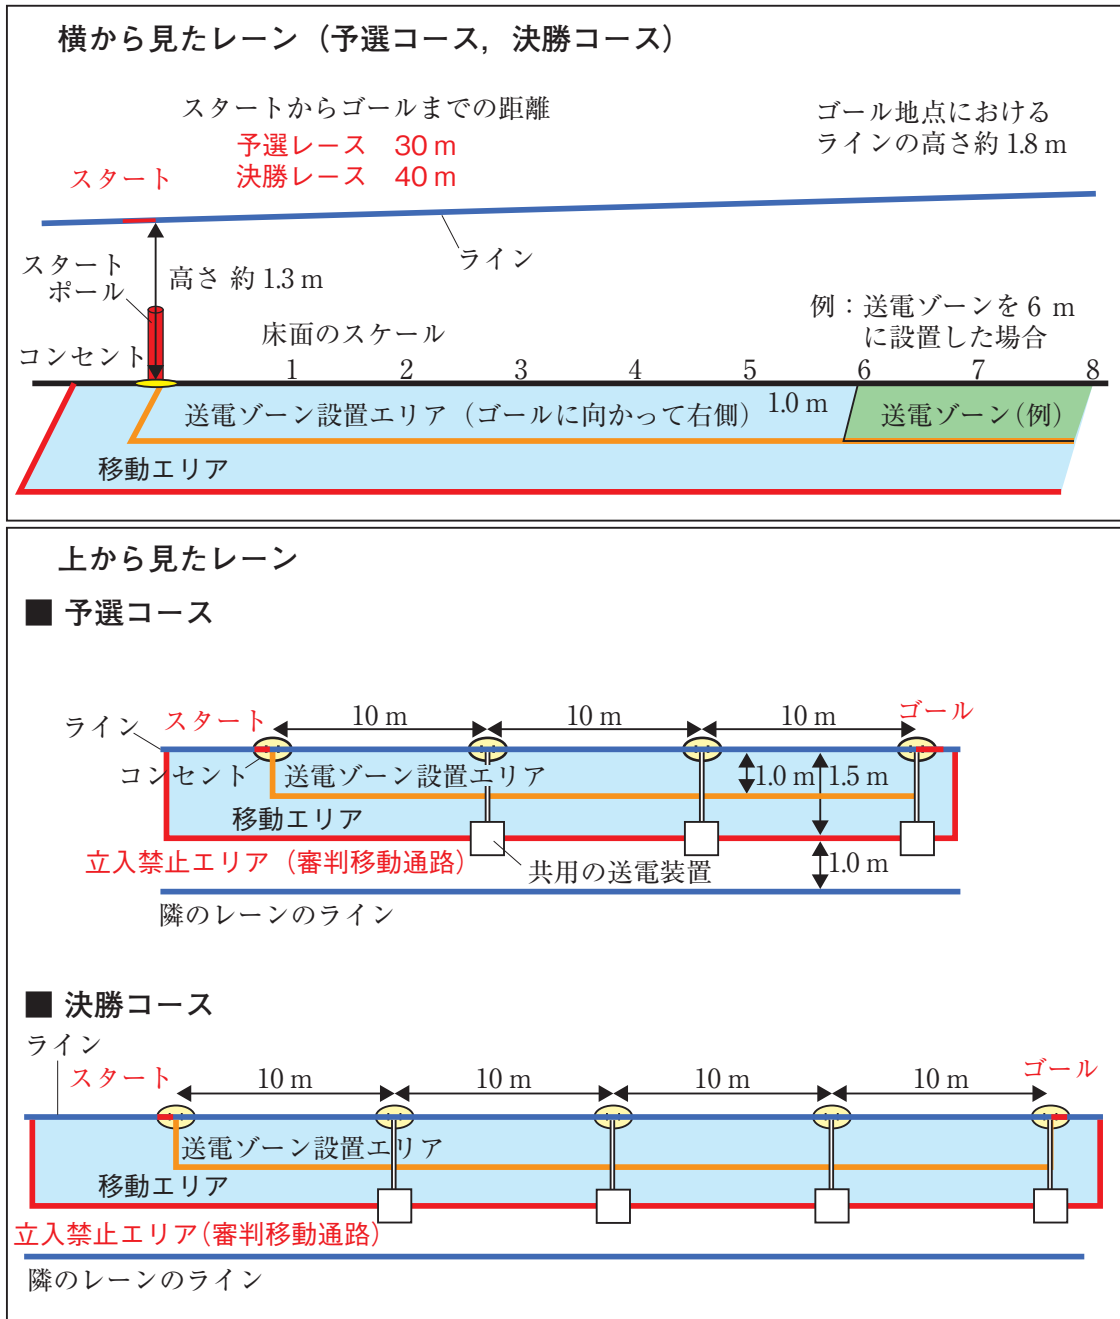

図4 コース仕様
7. コース仕様（図4）および競技会場図（図6）
- ① 予選コースは12レーンで，スタートからゴールまでの距離は30mである。
- ② 決勝コースは8レーンで，スタートからゴールまでの距離は40mである。
- ③ 各レーンにはラインがラインの方向に8.0kgwの力によって張られている。（ラインは，ライン自体の重量や羽ばたき機の重量で若干たわむ。）
- ④ ラインはスタートからゴールに向けて傾斜があり，ラインの床からの高さは，予選コース，決勝コースともにスタート地点で1.3m，ゴール地点で1.8mである。
- ⑤ ラインに沿った床にはスタートからゴールまでの距離が示されている。
- ⑥ 予選コースでは，スタート地点のほかに，スタートからゴールに向けて，ラインに沿った10mごとの床に計3ヶ所のコンセントがあり，それぞれに共用の送電装置が5mの延長コードで接続されている。
- ⑦ 決勝コースのコンセントは、予選コースのスタート地点とスタートから10 m ごとの計3ヶ所に加え、ゴール地点にも1ヶ所あり、スタート地点を除いた4ヶ所には、それぞれ共用の送電装置が5 m の延長コードで接続されている。
- ⑧ 送電ゾーンは送電ゾーン設置エリア内に設置する。送電ゾーン設置エリアは、ゴールに向かってラインの右側に、1.0 m の幅で設定されている。
- ⑨ 選手が移動できる移動エリアが、ゴールに向かってラインの右側に、1.5 m の幅で設定されている。なお、移動するときには立入禁止エリアに入ってはならない。